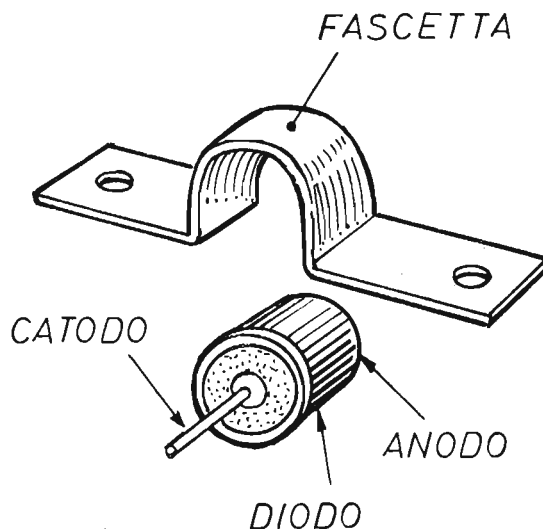

Fig. 4 - La fascetta di fissaggio dell'autodiodo sulla superficie di rame dello stampato favorisce la dispersione dell'energia termica erogata dal componente.
**Fig. 4 -** Per semplicità di disegno presentiamo in questo schema applicativo il sistema di collegamento di sole quattro lampade utilizzatrici: una per ciascun canale; ma è ovvio che, in sostituzione di ogni lampada si potranno inserire più lampade collegate in parallelo, tenendo sempre presente che la potenza complessiva, controllata da ogni canale, non deve superare i 100 W con gli SCR sprovvisti di alette di raffreddamento e i 400 W con gli SCR dotati di elementi radiatori di calore.